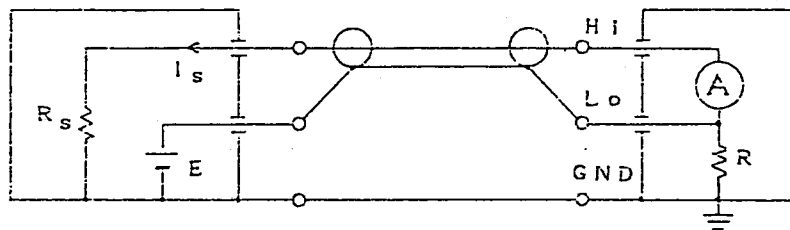
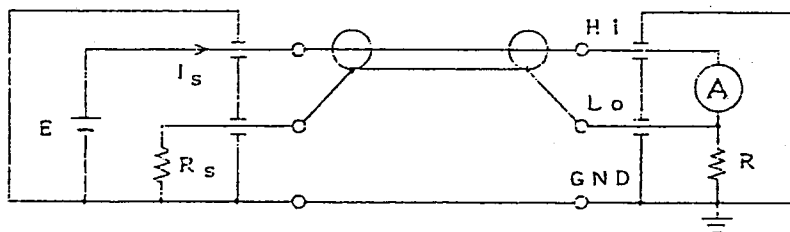

図3-2
図3-3
- (2) 被測定回路と電流計との接続法は、基本的には図3-1に示されるシングルエンド接続と図3-2、図3-3に示されるフローティング接続の3種となります。
本器のRの値は、500M $\Omega$ 以上の高抵抗ですが、Rsが5M $\Omega$ 以上では1%以上の誤差となりますので、図3-1または図3-2に示す接続で測定して下さい。